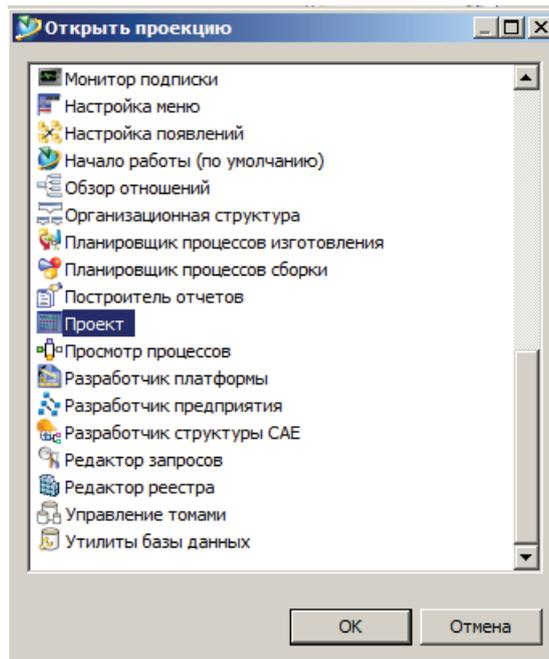

Рисунок 10.2
- в открывшемся диалоговом окне **Открыть проекцию** из доступных в списке перспектив выбрать **Проект** и нажать **ОК** (рис. 10.2).